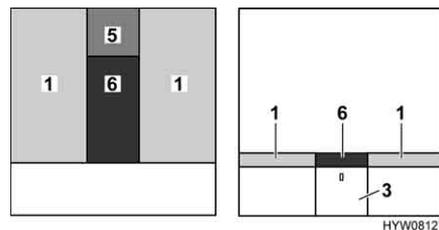

Fig. 85 Después de la transformación
- Colocar el cojín adicional (Fig. 85,5) sobre el armario de noche.
- Colocar el cojín adicional (Fig. 85,6) entre los colchones (Fig. 85,1).